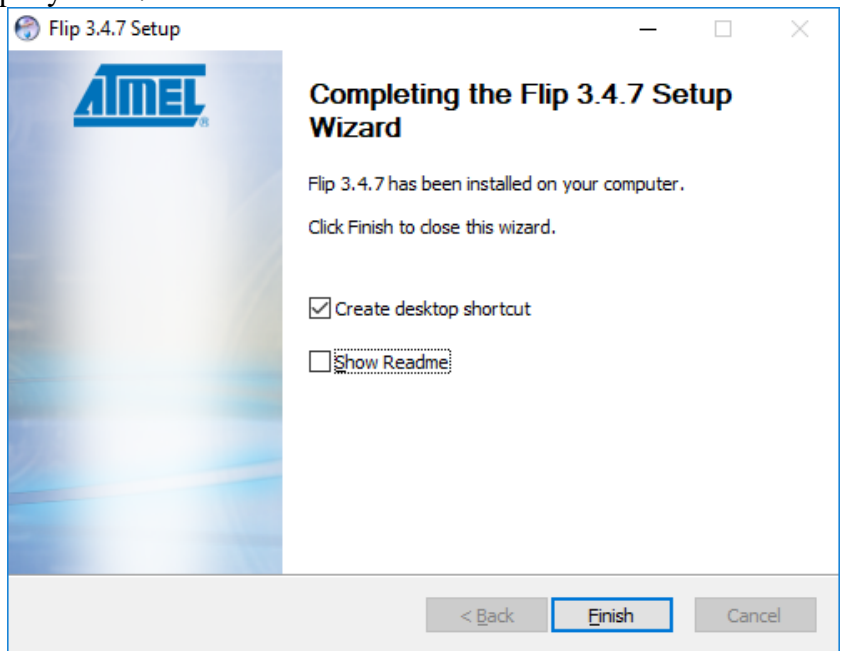

Рисунок 47
10. В открывшемся окне завершения установки необходимо поставить (убрать) «галочки» в полях «Create desktop shortcut» (создать ярлык на рабочем столе) и «Show Readme» (Показать текстовый документ, содержащий информацию о других файлах в том же каталоге). Для завершения инсталляции нажать кнопку «Finish», рисунок 47.